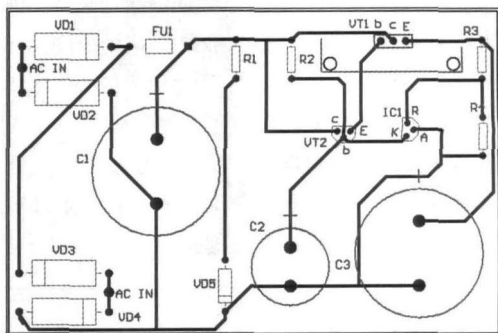

图11
(4) 布线的命令集中在“自动布线菜单”中，通常的作法是先自动布线，然后对重要的元件进行锁定。对自动布线中不能令人满意之处反复手动修改如放置焊盘、重新画线等，直到满意为止。图11就是原理图对应的单面印刷板图。